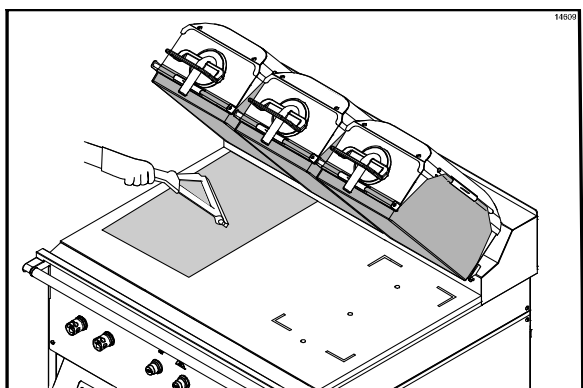

Figura 18
9. Usando o rodo do grill, elimine as bolhas de ar, cuidando para não criar pregas ou dobras na folha antiaderente. (Veja a Figura 18.)